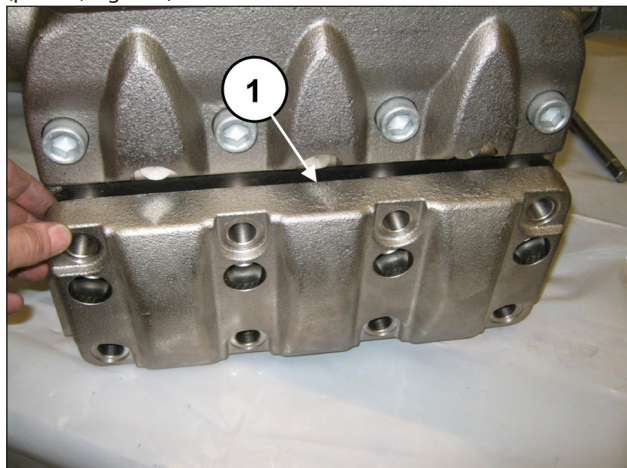
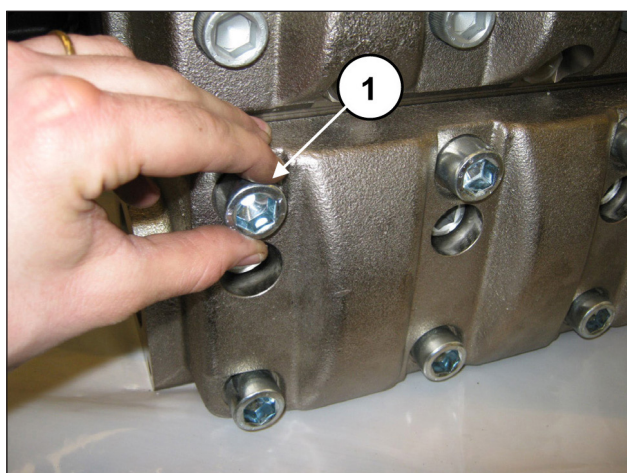

Fig. 154
Fig. 155
Depois de ter terminado com a montagem dos grupos da válvula de aspiração, aplique a cobertura das válvulas de aspiração (pos. ①, Fig. 154) e aperte os 8 parafusos M18x65 (pos. ①, Fig. 155).